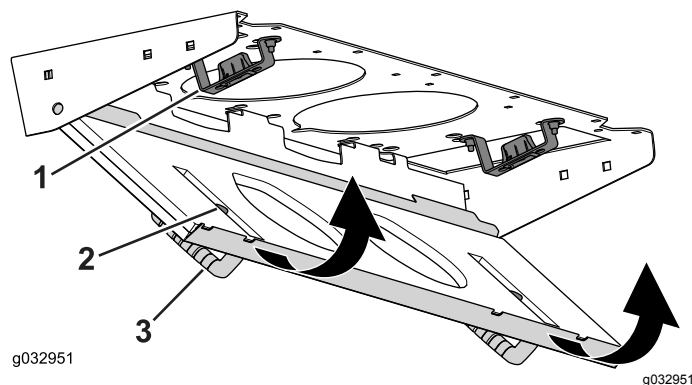

Figura 95
4. Ruotate lo schermo del filtro attorno alle alette fino a quando il fermo non si blocca nel gruppo del supporto del fermo (Figura 95).